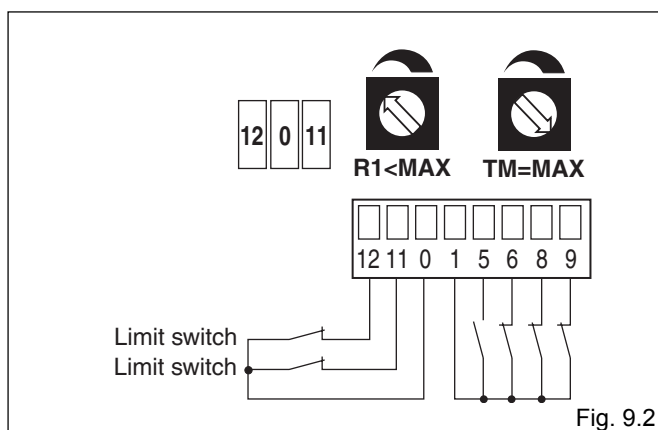

Fig. 9.2
- (Fig. 9.2) **Het paneel stopt op de begrenzers en keert om op de obstakels.** De manoeuvre tijd TM=MAX instellen en de contacten N.C. van de openings- en sluitingsbegrenzers aan de klemmen 0-11-12 verbinden. Met deze verbindingen, stopt het paneel wanneer de begrenzers ingrijpen. In geval van obstakelopsparing stopt het paneel tijdens de openingsmanoeuvre met manoeuvre van in zijn vrij zetten, tijdens de sluitingsmanoeuvre gaat het paneel weer open.